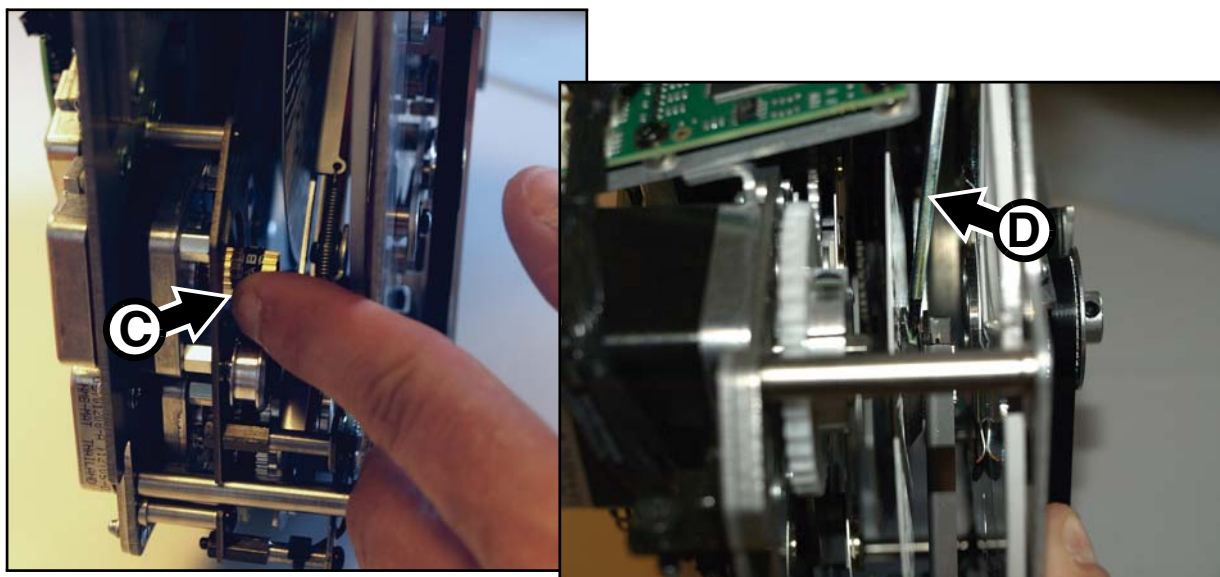

Bild 28: Entfernen des Animationsrades
5. Siehe Bild 28. Für den einfachen Zugriff, drehen Sie das Zahnrad **C** der Positionierung des Animationsrades, bis das Rad so weit wie möglich aus dem Modul herausfährt. Lösen Sie mit einem Schlitzschraubendreher **D** das Animationsrad vom Magnethalter. Das Rad ist empfindlich. Verbiegen Sie das Rad nicht bei Demontage, Lagerung oder Montage.